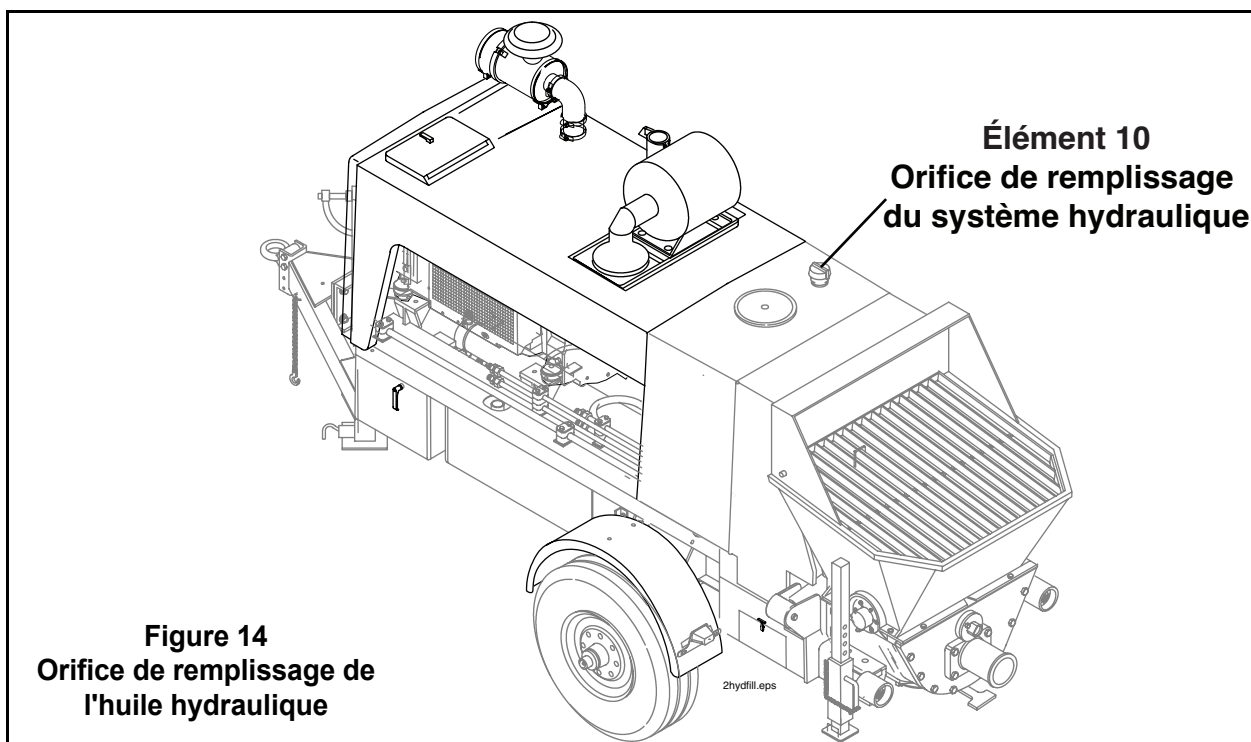

Figure 14
- Élément 10. Orifice de remplissage de l'huile hydraulique (Figure 14). N'utilisez que de l'huile filtrée.